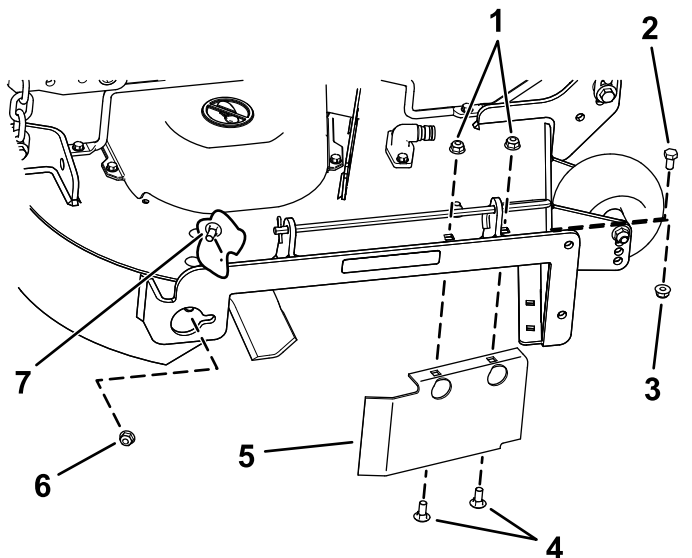

Рисунок 18
- Отверните каретный болт (5/16 x 3/4 дюйма) и контргайку (5/16 дюйма) на задней стенке деки газонокосилки, которые крепят дефлектор к деке (Рисунок 18).
- Используйте ранее снятые крепежные детали, установив их в передние отверстия пластины выброса и переднее отверстие деки (Рисунок 18).
- Найдите ограждение дефлектора на передней кромке отверстия бокового выброса (Рисунок 18).
- Снимите детали крепления ограждения дефлектора и правого дефлектора к деке газонокосилки (Рисунок 18).